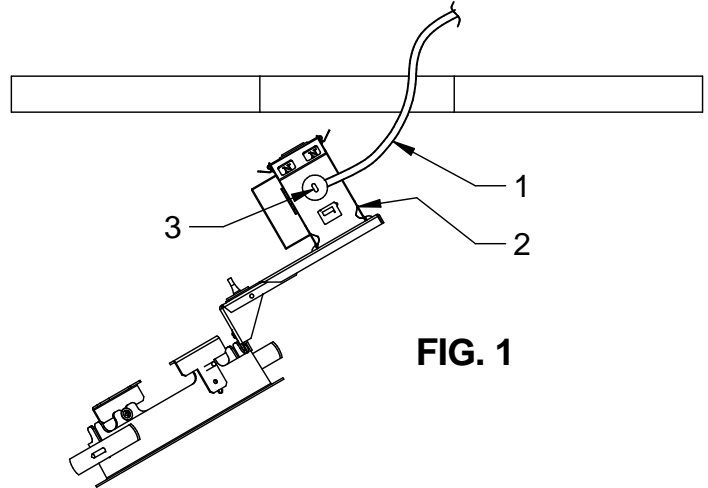

FIG. 1
- A. Remove junction box cover (2) and install supply line (1) to junction box (3) through one of the knock-outs provided in junction box (3) and attach it in conformance with the National Electric Code. Install appropriate connector(s) for the supply wire used. Connect ground wires to green ground leads. Connect white (common) to white fixture leads. Connect power supply (line) to black fixture leads. Put all wires inside of junction box (3) and reinstall junction box cover (2). (SEE FIG. 1)
- A. Retirer le couvercle de la boîte de jonction (le fixer conformément 2) et poser le fil d'alimentation (1) à la boîte de jonction (3) en passant par l'un des trous à défoncer de la boîte de jonction (3) et le fixer conformément au Code national de l'électricité. Poser le(s) connecteur(s) approprié(s) au fil d'alimentation utilisé. Connecter les fils de masse aux fils de masse vert. Connecter le fil blanc (conducteur neutre) aux fils blanc du luminaire. Connecter l'alimentation électrique (fil de ligne) au(x) fil(s) noir du luminaire. Placer tous les fils dans la boîte de jonction (3) et réinstaller le couvercle (2) de la boîte de jonction. (VOIR FIG. 1)